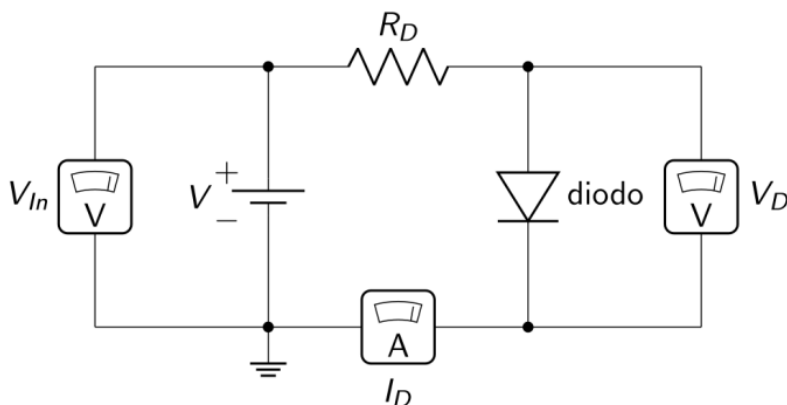

Figura 24: Circuito básico del diodo en polarización directa con los instrumentos de medición.
1. Implemente el circuito de la figura 24 en una protoboard usando el diodo de silicio.